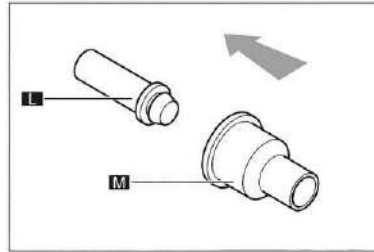

Abb. 30
1. Zum Zusammensetzen des Ablasshahnes führen Sie die in den Abb. 30 bis 25 (Abschnitt 6.2.5) gezeigten Schritte in umgekehrten Reihenfolge aus.
2. Zum Anbringen des Hebels (F) den Stab (D) von der Innenseite drücken, bis die Führungen heraustreten, dann den Hebel (F) einsetzen und den Stab (D) langsam loslassen.